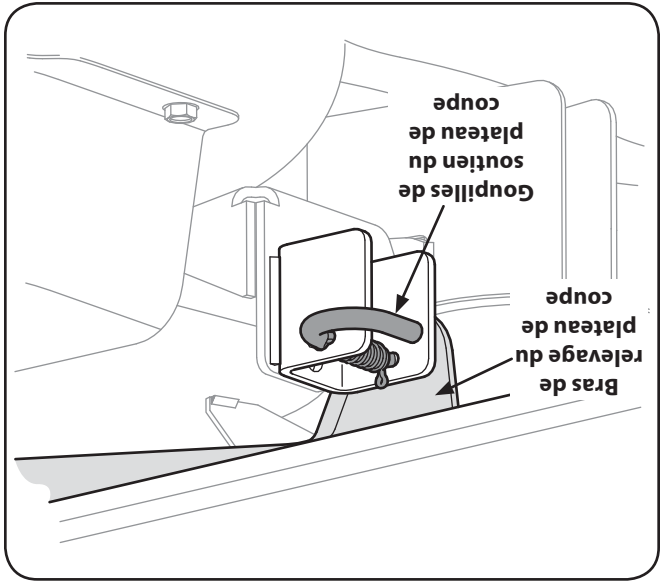

Figure 7-7
7. Localisez les goupilles de soutien de droite et de gauche du plateau de coupe de chaque bras de relevage droit et gauche du plateau de coupe. Voir la Figure 7-7.